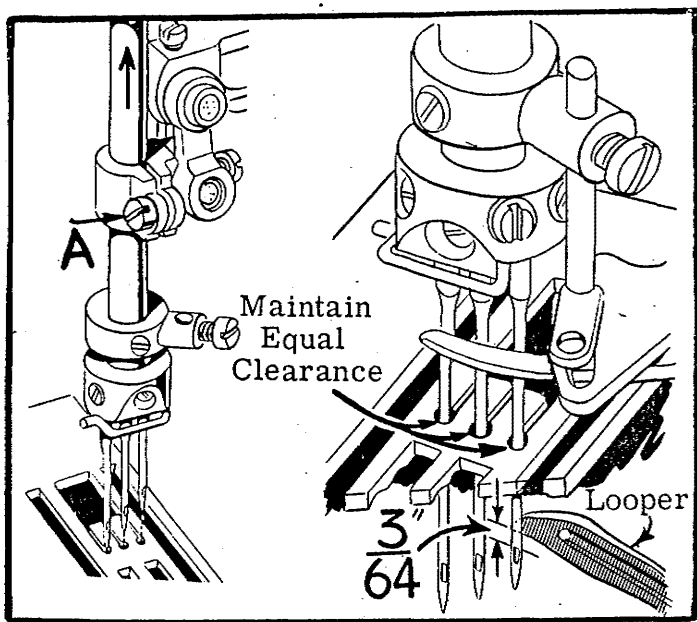

Fig. 22
Fig. 22 Cuando el looper se mueve desde la derecha a la izquierda y la punta del looper está nivelada con el lado izquierdo de la aguja derecha (detrás de la aguja), ajuste la altura de la barra-aguja de manera que la parte superior del ojo de la aguja esté 3/64" (1'19 mm.) por debajo de la línea inferior de la hoja del looper. El ajuste se realiza aflojando el tornillo (A) y moviendo la barra-aguja hacia arriba o hacia abajo según sea necesario. Deberá cuidarse de no alterar la alineación de la barra-aguja cuando se está moviendo o cuando se está apretando de nuevo el tornillo de sujeción. Es necesario igual separación alrededor de las aberturas agujas de la plancha-aguja.